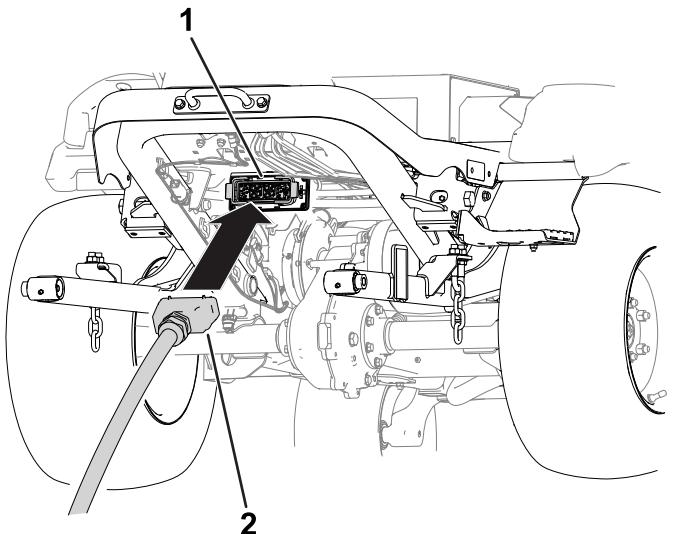

Figura 5
7. Enchufe el conector de la unidad de corte en el conector de la máquina (Figura 5).